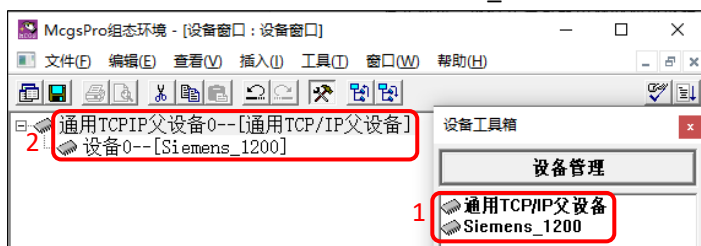

图 2.9-2 添加设备驱动
- ② 在设备窗口中依次添加“通用 TCP/IP 父设备”和“Siemens_1200”驱动，如图 2.9-2 所示：